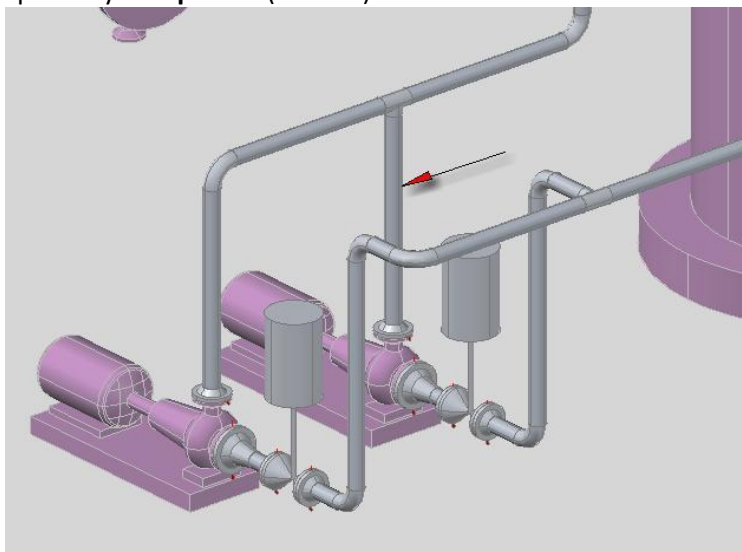

Рис. 94
- Соедините второй штуцер насоса **H-1002** с трубопроводной линией **1064**, используя привязку к **Нормали** (Рис. 94).